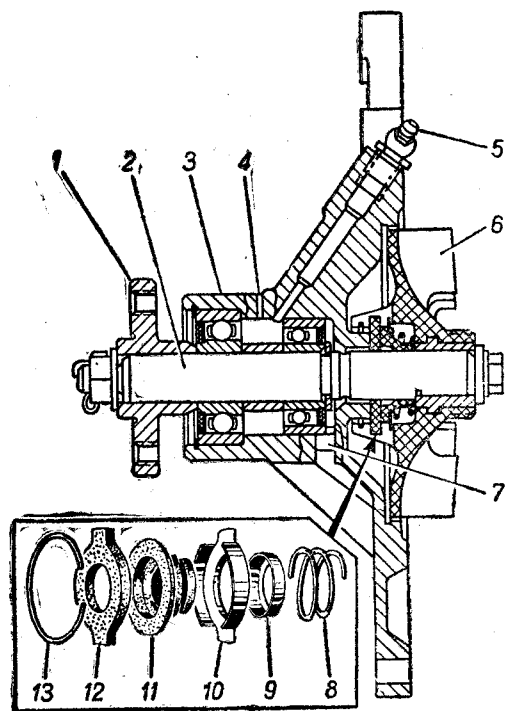

Рис. 14. Водяной насос:
**Водяной насос** центробежного типа (рис. 14). Для уплотнения насоса служит самоподтягивающийся сальник с пружиной. Резиновая манжета сальника и графитосвинцовая шайба вращаются вместе с валом 2.